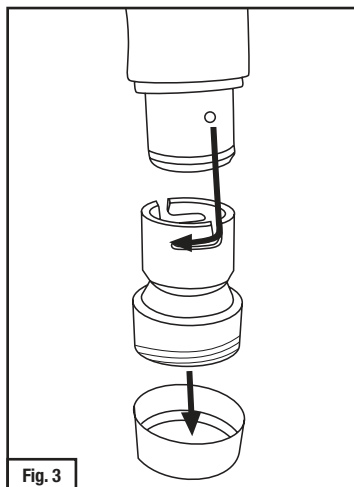

Fig. 3
2. Conecte el tubo de respiración BT al adaptador al insertar el extremo del tubo con dos puntas en la parte superior del adaptador. Enrosque el extremo del tubo para que quede fijo en su lugar (Fig. 3).